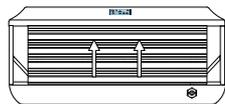

Figura 3
2. Tome la parte inferior del panel frontal y levántelo ligeramente para liberarlo del soporte superior. Incline el panel y tire hacia abajo para quitarlo, Figura 3. Coloque el panel en un lugar seguro para evitar que se dañe.